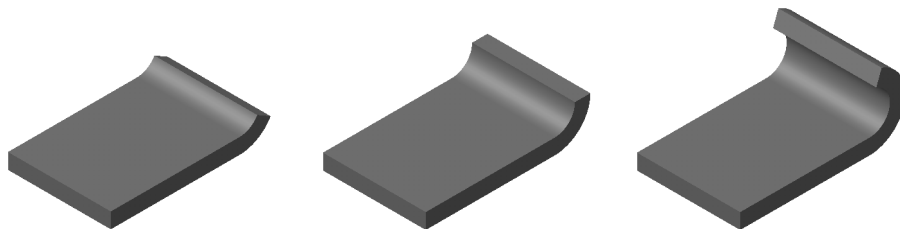

Рис. 94.11. Примеры сгибов без продолжений
- ▼ При использовании способа **Длина** возможен ввод нулевого значения длины. Это означает формирование сгиба без продолжения (рис. 94.11).